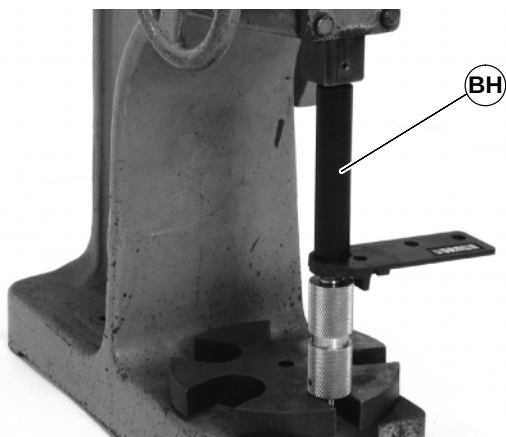

Abbildung 39
1. Nachdem das Lager in der vorderen Deckplatte installiert ist, mit einem Lagerinstallationswerkzeug (BH siehe Abbildung 39), Teil Nr. 450292, das Lager auf den Achsenzapfen drücken.